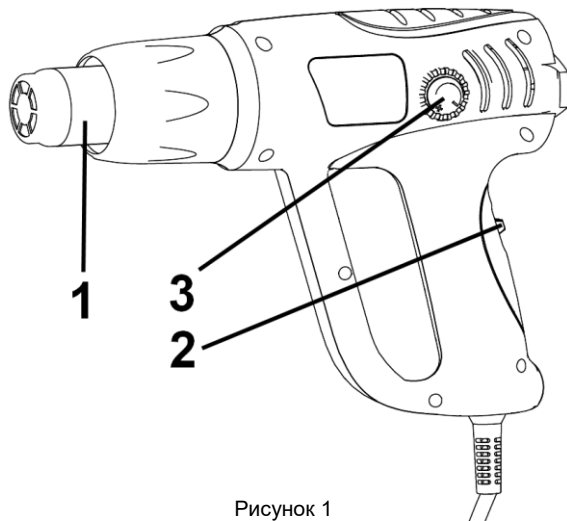

Рисунок 1
2.2.1 Конструкція виробу вміщена в корпус з термостійкого пластику і складається з наступних основних частин: нагрівального блоку в складі нагрівального елементу спірального типу в термоізолюючому кожусі з вихідним сталевим соплом нагрітого повітря (1); компресорного блоку у складі колекторного двигуна змінного струму з відцентровим повітряним компресором; перемикач/вимикач температурних режимів (2) з плавним регулюванням маховичком (3), – згідно рис.1. Корпус обладнаний кільцевою рукояткою з захистом руки та торцевою опорою для міжопераційного зберігання соплом уверх. Електрична частина виробу складається з колекторного однофазного електродвигуна змінного струму, перемикача електроструму, електронного блоку управління з регулятором температури, з'єднувальних проводів і мережевого шнура. Захист від ураження електричним струмом користувача у виробу відповідає класу II за ДСТУ EN 61140:2015.